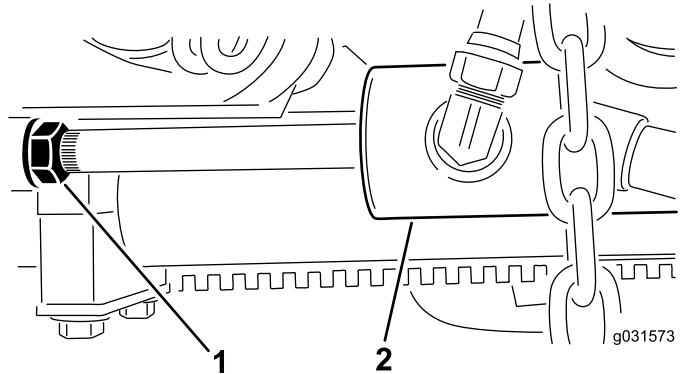

Figura 15
- B. Afloje la contratuerca del cilindro (Figura 15).